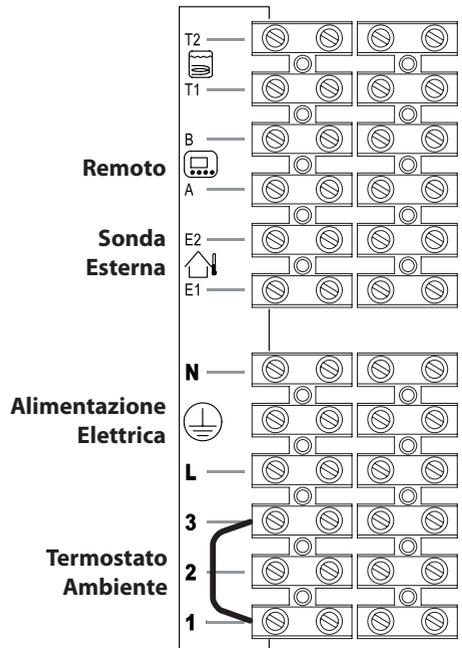
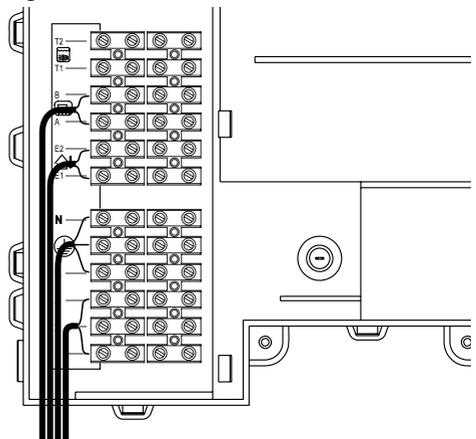

Figura 5.19
Figura 5.20
- Collegare il cavo di alimentazione elettrica proveniente dall'interruttore onnipolare alla morsettiera di alimentazione elettrica della caldaia Figura 5.19 rispettando la corrispondenza della linea (filo marrone) e del neutro (filo azzurro).
Il percorso del cavo o dei fili di alimentazione elettrica della caldaia e del termostato ambiente devono seguire il percorso indicato in Figura 5.20.
Per il collegamento di un termostato ambiente servirsi dei morsetti indicati in Figura 5.19.
Per il collegamento di valvole di zona servirsi dei morsetti termostato ambiente indicati in Figura 5.19 e Figura 5.20. I conduttori elettrici dei contatti del micro della valvola di zona vanno inseriti nei morsetti "1 e 3" della morsetiera termostato ambiente come in Figura 5.20.
Il percorso dei fili di collegamento della sonda esterna devono seguire il percorso indicato in Figura 5.20.
Il percorso del cavo del comando remoto deve seguire il percorso indicato in Figura 5.20.